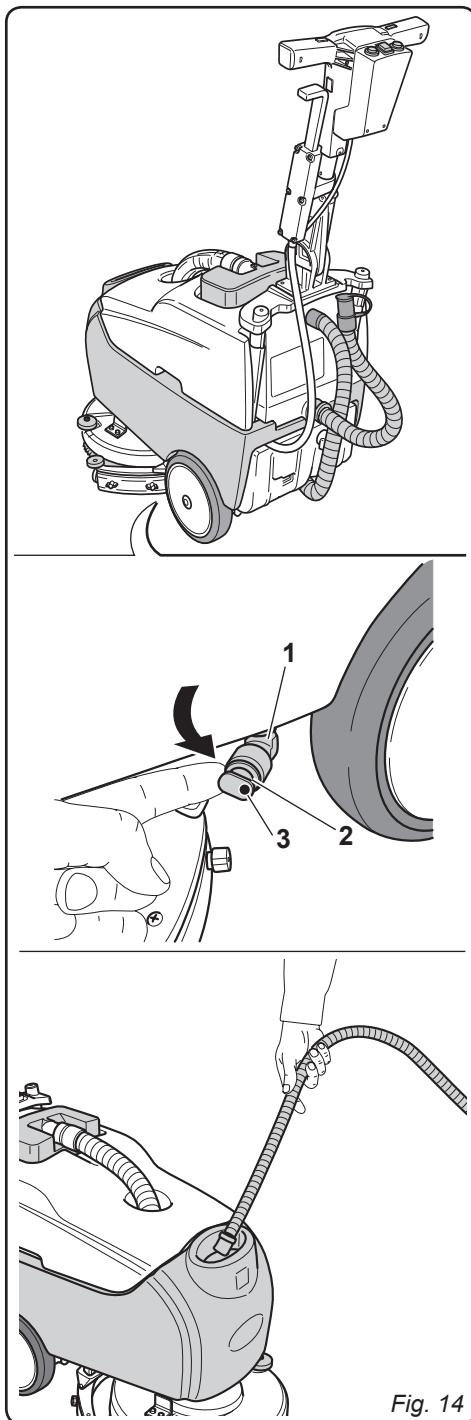

Fig. 14
11.1.a - Vaciado y limpieza del depósito de agua limpia (Fig. 14)